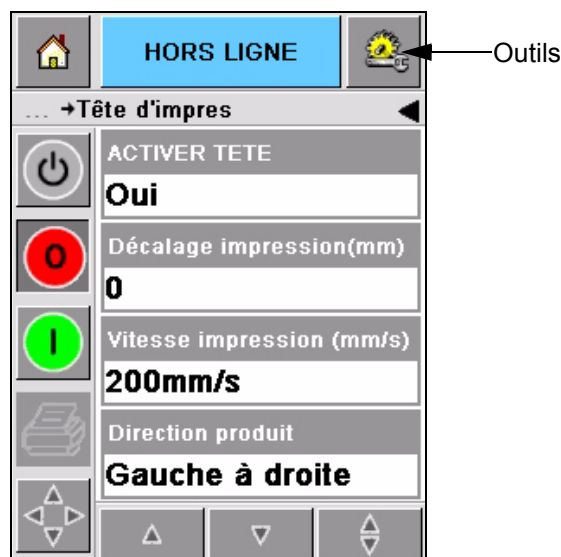

Figure 5-14 : Écran de configuration de tête d'impression
- 1 Naviguer dans les *Outils* > de la *configuration* > de la *tête d'impression* sur la *Page d'accueil*. La page de configuration de *tête d'impression* s'affiche (Figure 5-14).